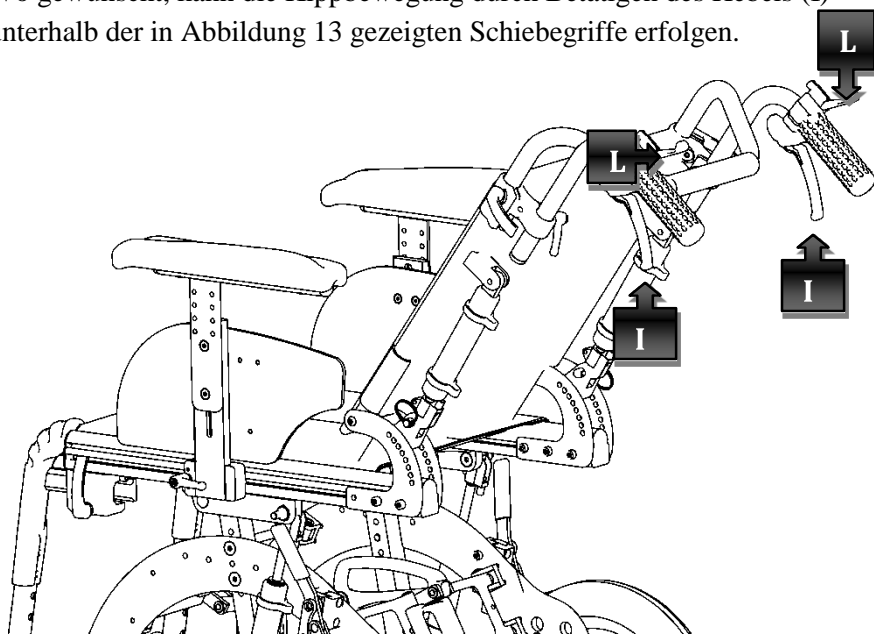

Abbildung 13
Bei der dynamisch verstellbaren Rückenlehne mit Gasdruckfedern ist es möglich, durch Betätigung der Hebel (L) oberhalb der in Abbildung 13 gezeigten Schiebegriffe den Neigungswinkel einzustellen Abbildung 13. Einen leichten Druck nach unten auf die Schiebegriffe ausüben und die Hebel (L) loslassen, sobald die gewünschte Neigung erreicht wurde.
Wo gewünscht, kann die Kippbewegung durch Betätigen des Hebels (I) unterhalb der in Abbildung 13 gezeigten Schiebegriffe erfolgen.